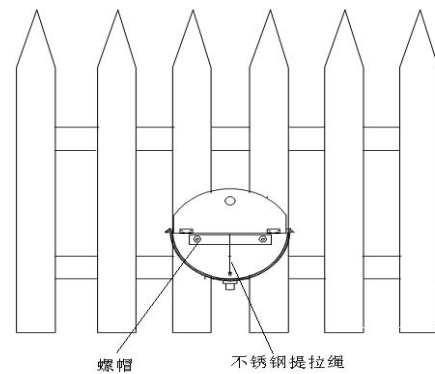

图 3
2.2 将 2 枚 M10 膨胀螺栓打入孔内, 留出螺纹部分在孔外, 先挂上喂水器, 然后挂上加强板, 最后加上弹簧垫圈和垫片, 用螺帽拧紧。见图 3.